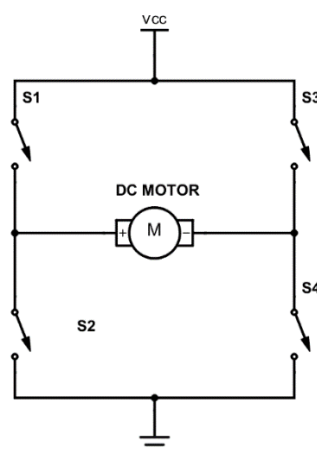

Figura 1. Esquema del circuito de un puente H
Como se puede evidenciar en la figura 1, se muestra la construcción de un circuito básico de un puente H, en donde se muestran cuatro interruptores y un motor de corriente continua (DC). El propósito del motor DC, es que este puede tener corriente continua tanto en un sentido positivo como en un sentido negativo, por tanto, este puede tomar una dirección dependiendo el flujo de corriente que se le aplique. Ahora bien, la lógica para entender el funcionamiento consiste en realizar un camino en donde circule la corriente, por tanto, si cerramos el interruptor 1 y el interruptor 4 se podrá observar el flujo de la corriente en un sentido como se puede ver en la siguiente figura